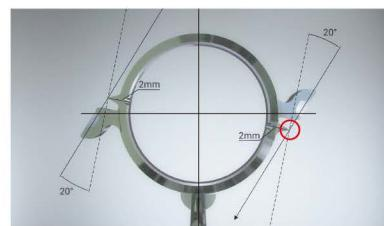

図4 ウイングと刺入ポイントガイド
そのため、アクシスマーカーとカリバーの使用が不要になります。（図4）
- リング状の本体には2つのウイングがあり、ウイングには針を通す溝（ニードルガイド）が設けられています。（図4・5）